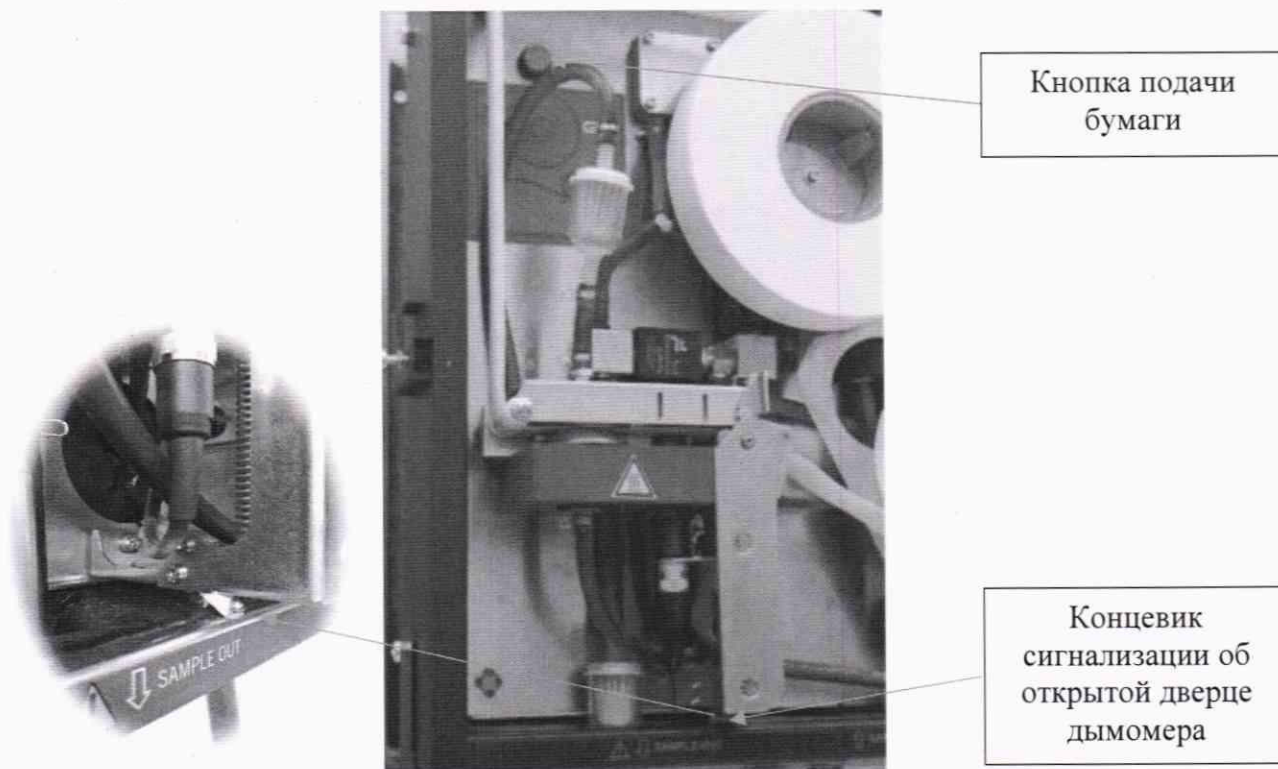

Рисунок 1
7.3.1.2 Механически отключить режим «Data Backup», путём одновременного нажатия кнопки подачи бумаги и концевика сигнализации об открытой дверце дымомера (см. рисунок 1). Важно, чтобы оба элемента были в нажатом состоянии на протяжении всего времени проведения поверки.